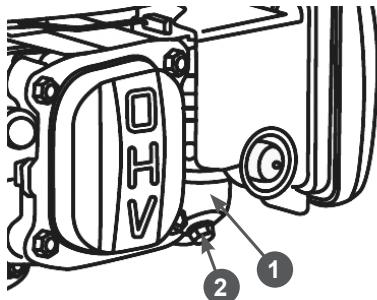

Рис. 21 Слив топлива из карбюратора
- Установите под карбюратор 1 подходящую емкость (Рис. 21).
- Открутите болт 2 сливного отверстия и слейте топливо из поплавковой камеры карбюратора (Рис. 21).